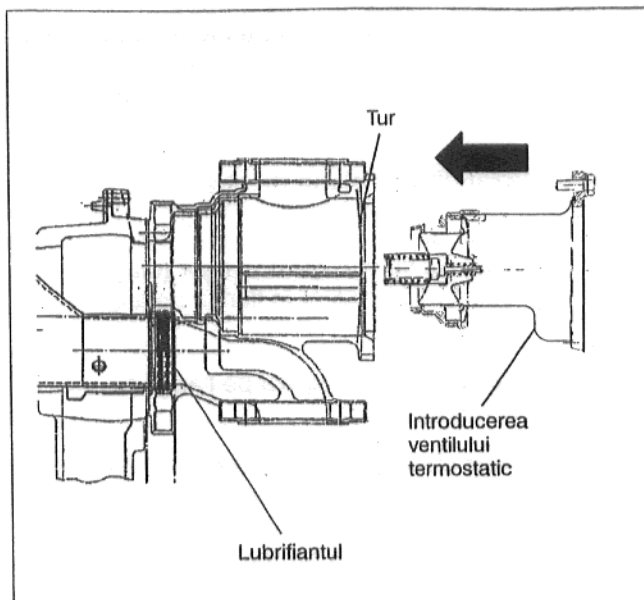

Fig. 8a: Montarea ventilului termostatic
- La urmă se montează capătul – **Atenție! Se va ține cont de indicațiile de stânga respectiv dreapta.** – Conducta se introduce total și se va ține cont ca nasul capetelor să fie în degajarea elementului turnat și să așeze pe elementul turnat interior. Suprafața exterioară a inelului de etanșare se va unge la capătul conductei de alimentare cu o substanță lubrifiantă (Fig. 8a).
- Ventilul termostatic se montează în turul flanșei de închidere (Fig. 8a). Garniturile inelare ale ventilului termostatic se vor unge la introducere cu puțină pastă adezivă.